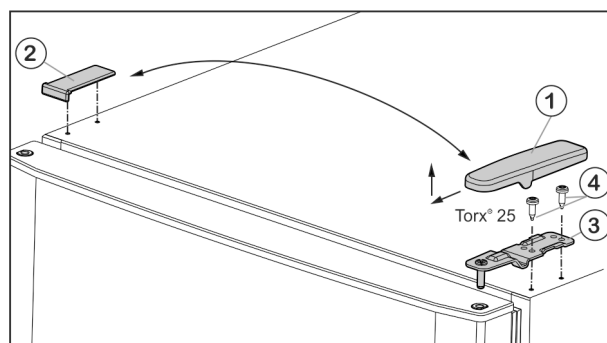

Fig. 5
- Enlever le cache Fig. 5 (1) vers l'avant et vers le haut.
- Retirer le cache Fig. 5 (2) .
- Dévisser le support d'appui supérieur *Fig. 5 (3)* (2 Torx® 25) *Fig. 5 (4)* et retirer vers le haut.
- Placer le support d'appui supérieur *Fig. 5 (3)* sur le nouveau côté charnière de porte.
- Revisser le support de palier (**en appliquant un couple de 4 Nm**) (2 Torx® 25) *Fig. 5 (4)*. Utiliser au besoin une visseuse sans fil.
- Remettre en place l'habillage *Fig. 5 (1)* du côté opposé depuis l'extérieur et l'enclencher.
- Remettre en place l'habillage *Fig. 5 (2)* du côté opposé depuis le dessus et l'enclencher.